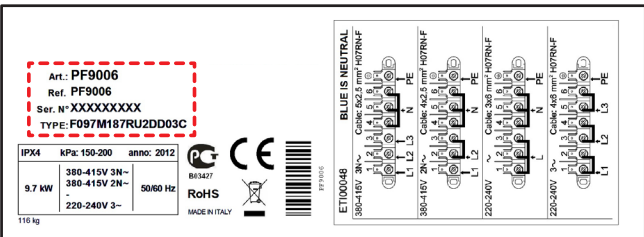

Рис. 2
- 1 проверьте характеристики оборудования, указанные на заводской табличке (Рис. 2);